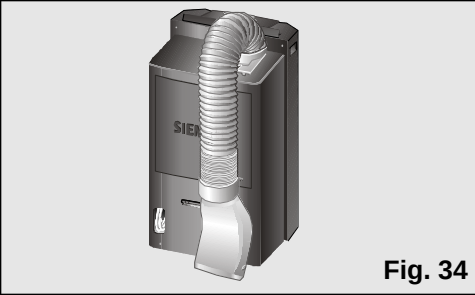

Fig. 34
- ❑ Pour cela, pliez le tube vers l'arrière de l'appareil et attachez-le grâce au crochet diffuseur, **Fig. 34** et **35**.